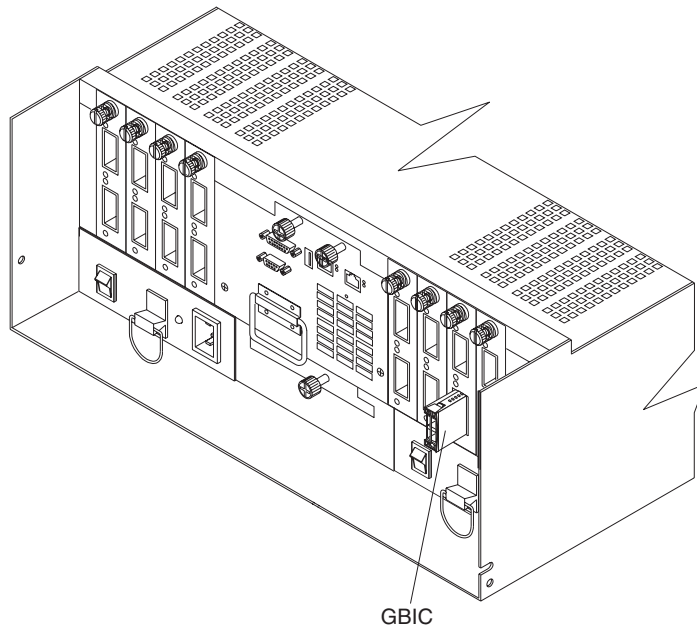

図30. FAStT500 への GBIC の取り付け
1. 36 ページの図 30 に示すように、GBIC を FAST500 の背面にあるドライブ・ミニ・ハブ・ポートに差し込みます。